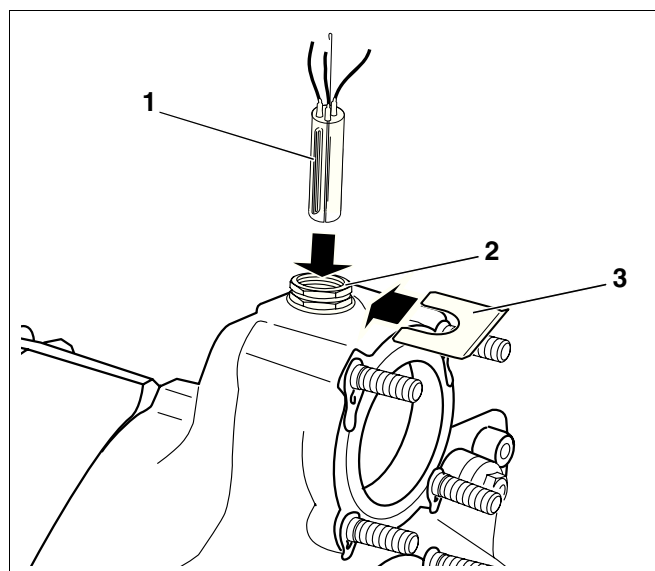

Рис. 45 Установка связки датчиков
Связка датчиков, подключенных к системе управления (три датчика, одна заглушка рис. 45, **поз. 1**), утапливается в гильзу R $\frac{3}{4}$ ".
- Проложить капиллярные трубки датчиков к месту измерения в котле, там вставить датчики в гильзу (рис. 45, **поз. 2**) и закрепить, установив фиксатор (рис. 45, **поз. 3**).